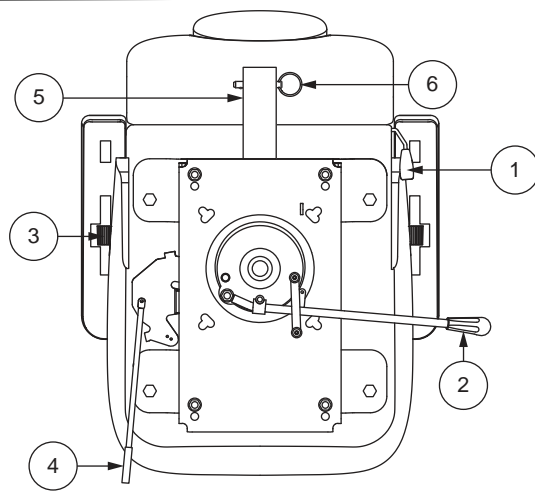

Abb. 17. Sitzeinstellungen
Um die verstellbare Rückenlehne einzustellen, befolgen Sie diese Schritte. **Siehe Abb. 17.**
1. Zum Entriegeln des Sitzes den Sitzverschluss je nach Sitztyp entweder nach oben ziehen oder nach vorne schieben. **Siehe Abb. 17.**
Der Armlehnenwinkel Ihres Elektromobils kann nach oben oder nach unten verstellt werden durch das Drehen der Einstellscheiben. **Siehe Abb. 17.**
1. Drehen Sie den Hebel zur Verstellung der Sitzposition nach aussen. **Siehe Abb. 17.**
Die Zubehöralterung am Heck ermöglicht es Ihnen, persönliche Zubehörfkomponenten wie Korb, Gehhilfe oder Sauerstofftank hinter dem Elektromobil anzubringen. Verwenden Sie den Sicherungsstift, um das Zubehörteil sicher an der Halterung zu befestigen. **Siehe Abb. 17.** Für weitere Informationen wenden Sie sich an Ihren Vertragshändler.